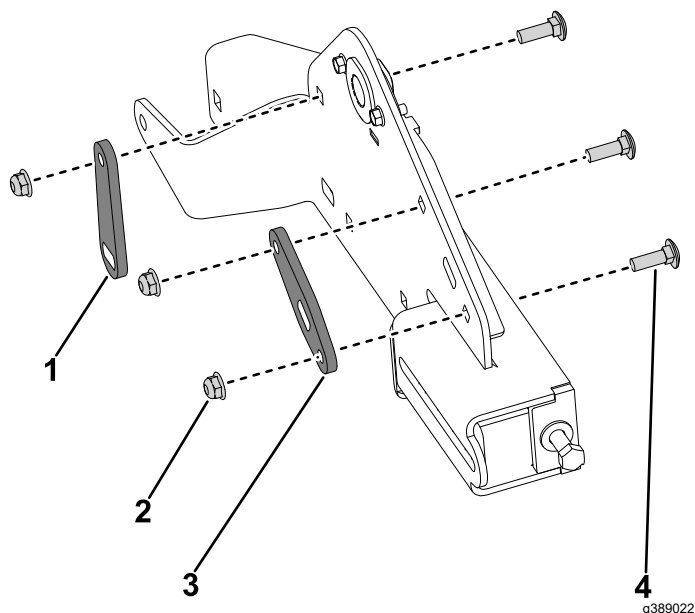

Figura 29
4. Montate la nuova piastra della barra girevole sul supporto del cingolo, e fissate con 2 nuovi bulloni a testa tonda ($\frac{5}{16}$ " x 1") e 2 dadi di bloccaggio ($\frac{5}{16}$ ") (Figura 29).
5. Montate la nuova piastra di supporto sul supporto del cingolo, e fissate con il nuovo bullone a testa tonda ($\frac{5}{16}$ " x 1") e il dado di bloccaggio ($\frac{5}{16}$ ") (Figura 29).